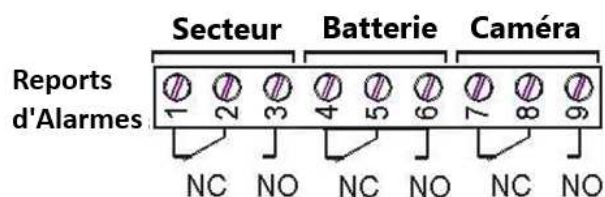

Figure 5-4 - Schéma reports d'alarme
- Raccorder les reports d'alarmes (voir Figure 5-4, page 11)
La communication est faite par 3 contacts secs (Figure 5-4).